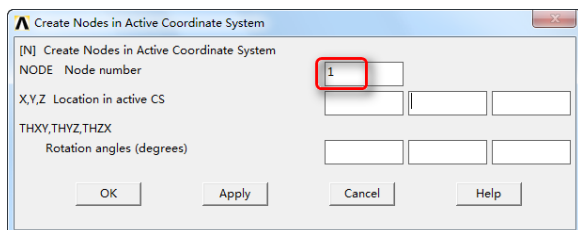

图 8-11 “Create Nodes in Active Coordinate System”对话框
⑧创建两个单元节点：Main Menu > Preprocessor > Modeling > Create > Nodes > In Active CS，弹出如图 8-11 所示的“Create Nodes in Active Coordinante System”对话框，在“Node Number”后面的输入栏中输入 1，单击“Apply”按钮，又弹出此对话框，在